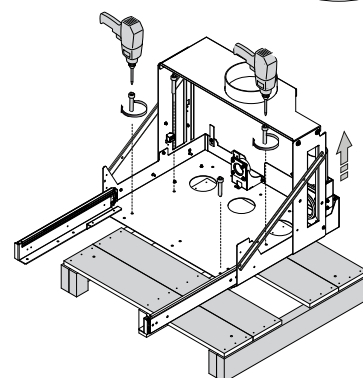

Fig. 6.1.6
11. Togliere dal basamento le viti di fissaggio paletta e togliere la paletta (Fig. 6.1.6).